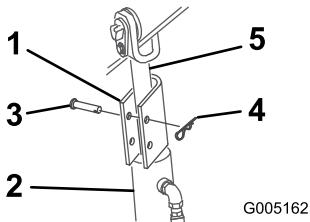

Bild 25
4. Bringen Sie über jeder Hubzylinderstange ein Zylinderschloss an (Bild 25).
5. Befestigen Sie jedes Zylinderschloss mit einem Lastösenbolzen und einem Splint (Bild 25).